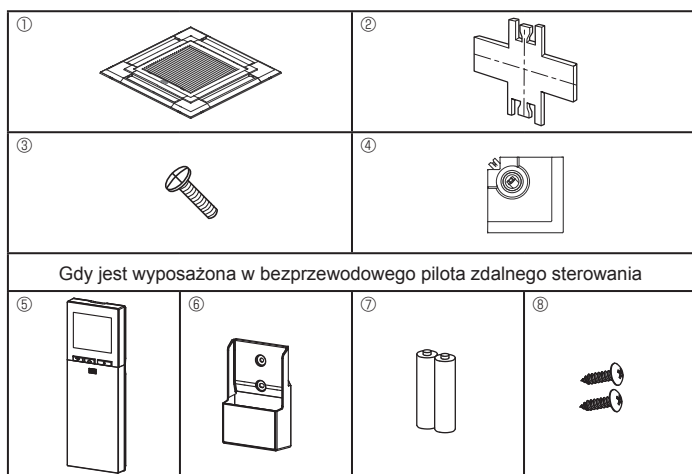

Fig. 9-1
9.1. Sprawdzenie zawartości opakowania (Fig. 9-1)